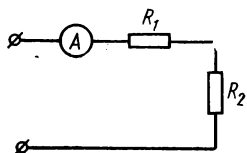

Рис. 2.2
4. Собрать цепь (рис. 2.2) и показать ее товарищам по бригаде для проверки, определить цену деления используемых приборов.